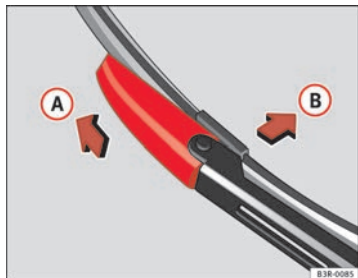

Abb. 181 Wischerblatt abnehmen
- Schieben Sie das Verriegelungsstück am Wischerblatt in Pfeilrichtung ⇒ Abb. 181 (A). Halten Sie dabei das Wischerblatt fest.
- Ziehen Sie das Wischerblatt (B) aus der Aufnahme des Scheibenwischerarms.